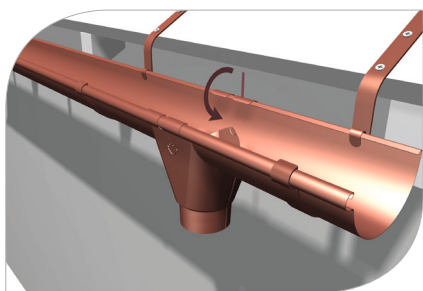

рис. 28
- 3.12 В месте вырезанного отверстия в желобе установите воронку и загните его нижние пластины (**рис. 28**)